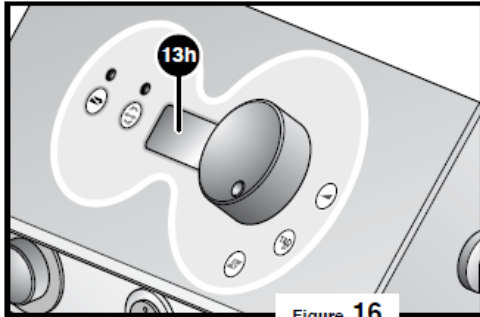
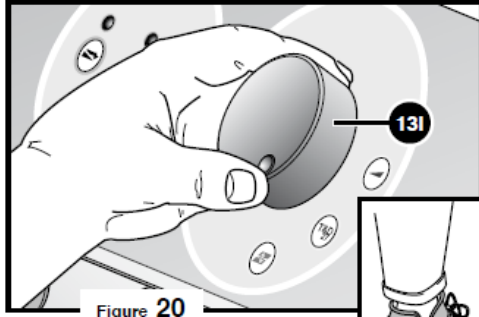

Figure 16
Figure 20
-표시창(13h)의 설정을 체크한다. 이전 최대설정 tool speed(Figure 20참조)는 다른 설정이 조절될 때까지 기기에 저장되어진다.(Figure 16 참조)